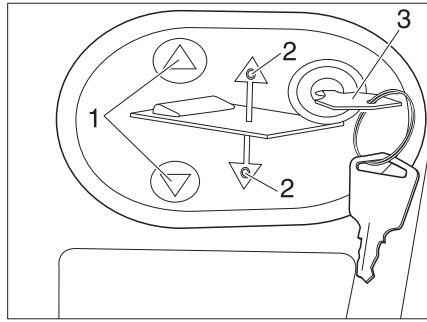

Fig. 170 Pannello di comando del letto basculante elettrico
- Inserire la chiave (Fig. 170,3) nel pannello di comando (Fig. 170,2).
- Premere e tenere premuto il tasto  o  (Fig. 170,1). Il rispettivo LED (Fig. 170,2) si accende ed il letto basculante si abbassa o si solleva.
- Al raggiungimento della posizione desiderata rilasciare il tasto  o  (Fig. 170,1). Il rispettivo LED (Fig. 170,2) si spegne.
- Estrarre la chiave (Fig. 170,3).